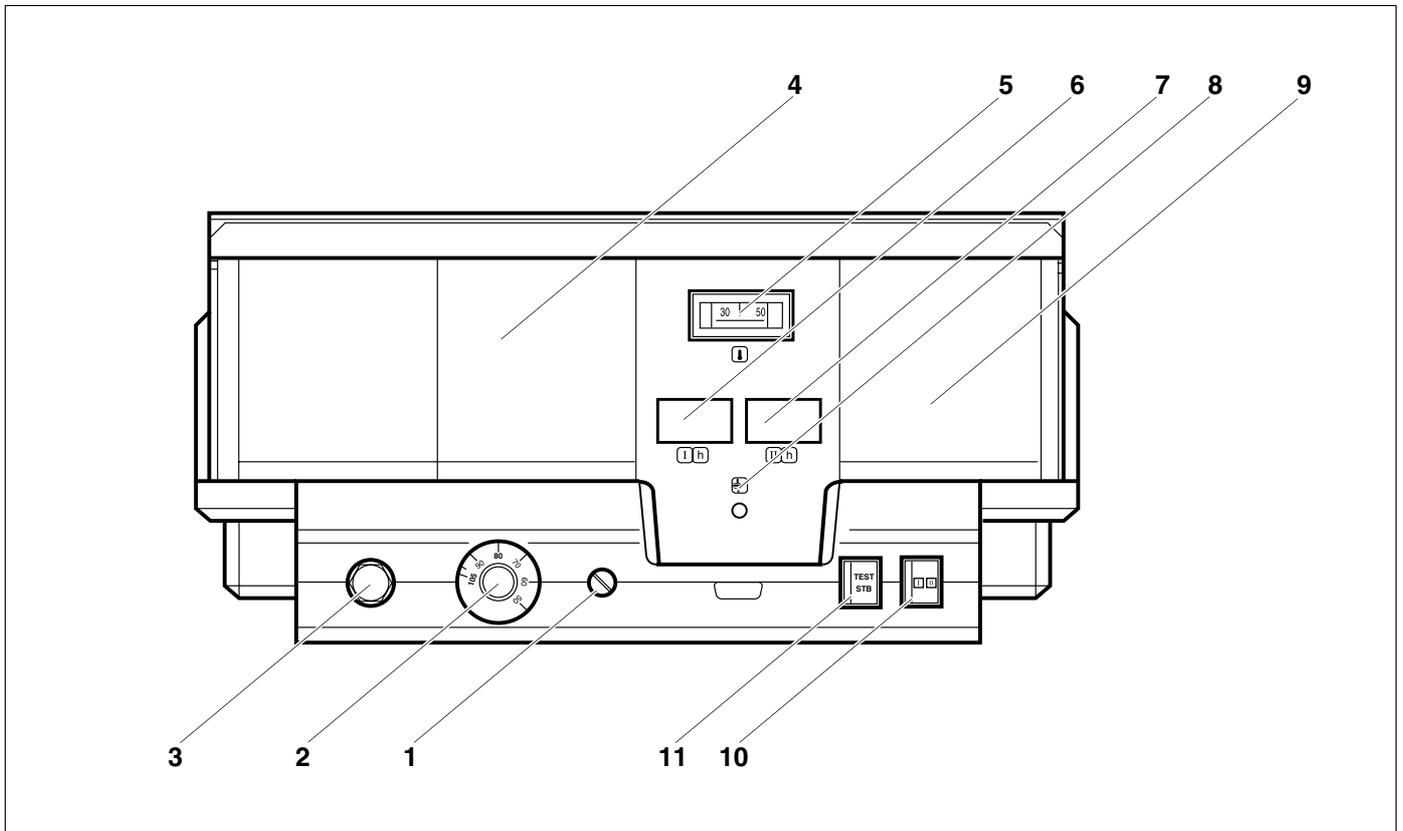
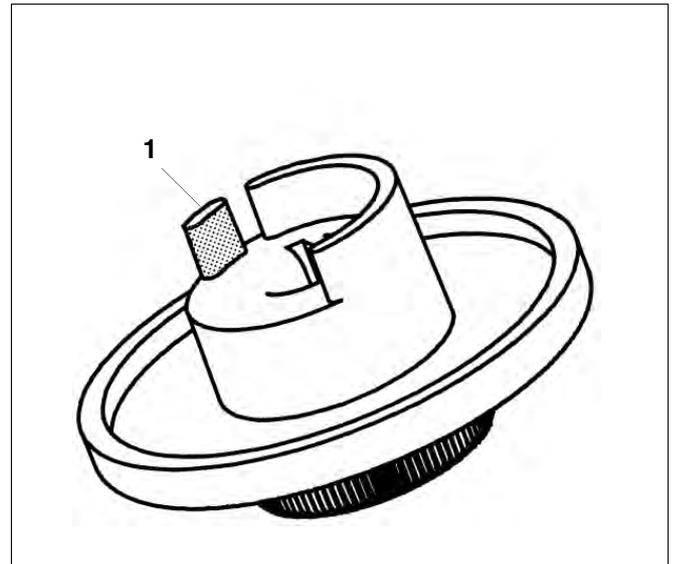

Fig. 1 Eléments de commande de l'appareil de régulation Logamatic 4212
Fig. 5 Bouton de réglage
Légende fig. 1
Si la chaudière est équipée du module d'exploitation de chaudière ZM 427 ou d'une régulation externe, le thermostat d'eau de chaudière (fig. 1, **pos. 2**) doit être réglé sur 80 °C minimum.
Le thermostat d'eau de chaudière (fig. 1, **pos. 2**) est un thermostat à deux étages pour fonctionnement du brûleur à 2 allures.
Si le témoin de défaut du brûleur est allumé (fig. 1, **pos. 8**), contactez votre installateur pour éliminer le défaut.
La touche STB (fig. 1, **pos. 11**) sert au contrôle, par l'installateur, du limiteur de température de sécurité (fig. 1, **pos. 3**).
- Appuyer et maintenir la touche STB (fig. 1, **pos. 11**) jusqu'à ce que le STB (fig. 1, **pos. 3**) s'enclenche.
- Pour débloquer le limiteur de température de sécurité (fig. 1, **pos. 3**), le capuchon du STB doit être dévissé et le bouton de réarmement situé en-dessous enfoncé.
- Retirer le bouton de réglage (fig. 5) du thermostat d'eau de chaudière (fig. 1, **pos. 2**).
- Casser la came de butée (fig. 5, **pos. 1**).
- Remettre le bouton de réglage en place sur le thermostat d'eau de chaudière (fig. 1, **pos. 2**).